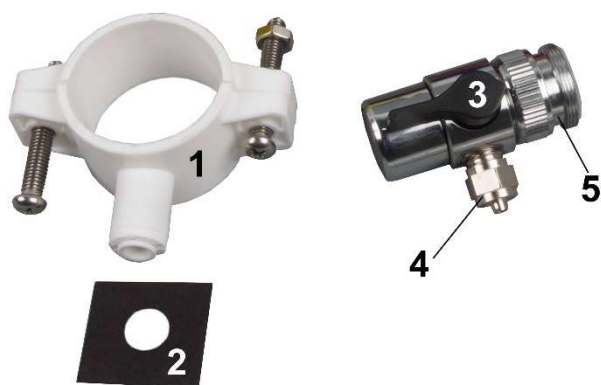

Fig. 2:
1. Verbind de kraan aansluiting aan een geschikte kraan, indien nodig kunt u een verloop stuk gebruiken (Fig. 2, No. 5) [zoals bijgesloten bij de levering]. Van de kraanaansluiting gaat u met een stuk slang naar de kraanwater inlaat van het systeem. Met behulp van de kraan (Fig. 2, No. 3) kunt u schakelen tussen kraanwater extractie en gebruik van het osmose systeem.
2. Verbind de afvalwater slang (Fig. 1, No. 14) d.m.v. de bijgesloten klem (Fig. 2, No. 1), de afvalwaterslang kan ook direct aangesloten worden aan een geschikte afvalwaterpijp. U dient dan vooraf een gat te boren van ca. 5 mm. De vierkante afdichting (Fig. 2, No. 2) dient geplaatst te worden tussen de klem en het boorgat. Echter, om het risico van bacteriële besmetting te voorkomen, wordt aanbevolen om de afvalwaterslang aan de afvalwater pijp te bevestigen, maar deze liever in de afvoer te laten druppelen.